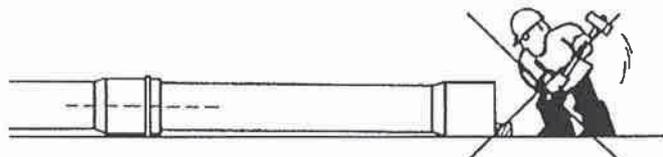

Bild 10: Keine Schlagwerkzeuge
- keine Schlagwerkzeuge verwenden (Bild 10)